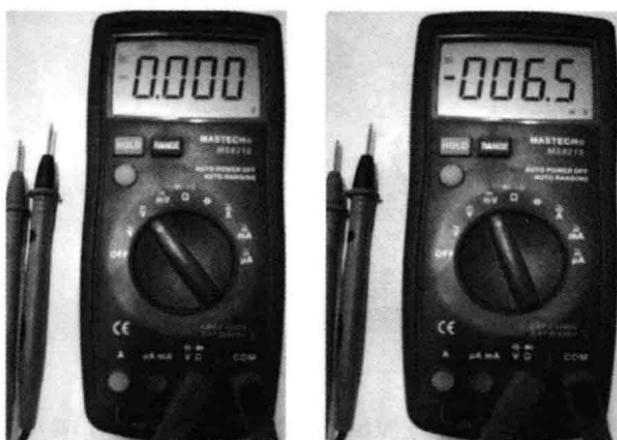

图 5-22 将表笔插入插孔
(2) 将黑色表笔插入 COM 插孔, 红色表笔插入 VΩ 插孔, 如图 5-22 所示。